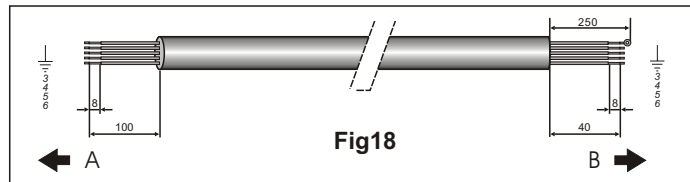

Fig.18 A. EXTERIOR B. INTERIOR
2. Prepare las terminales del cable multilínea (7) para la conexión de acuerdo a lo mostrado en fig.18.